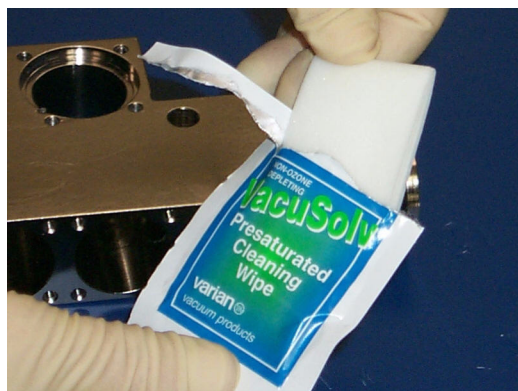

图 4-22 VacuSolv 清洗抹布
4. 使用 VacuSolv 预饱和清洁抹布和棉签（图 4-22）彻底擦拭质谱计管的所有表面、磁极部件和接地缝隙板。